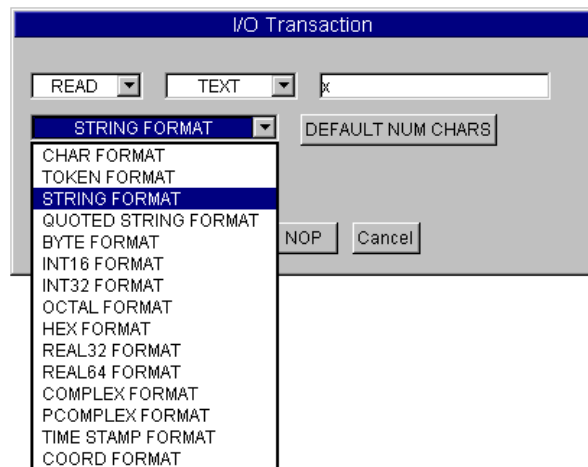

図 5-7. 文字列フォーマットの選択
3. From File オブジェクトでは、デフォルトのデータ・ファイルは myFile のままにしておきます。トランザクション・バーをダブルクリックして、[I/O Transaction] ダイアログ・ボックスを表示します。[REAL64 FORMAT] をクリックし、図 5-7 のように、[STRING FORMAT] に変更します。